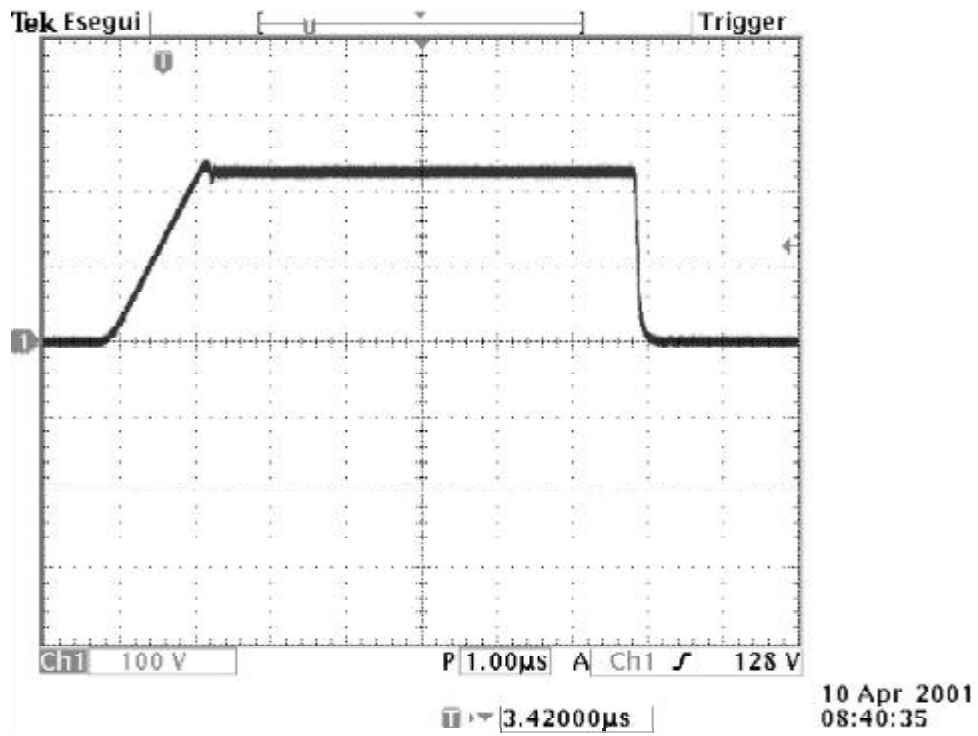

FIGURA 11A
- **DRAIN RAMO BASSO.** Dopo avere scollegato il connettore dello shunt, verificare la forma d'onda posizionando la massa sul negativo del ponte, con la sonda controllare i drain dei mosfet contrassegnati dalla lettera D, (vedi foto 11) e verificare che corrisponda ai diagrammi di figura 11A e 11B. Effettuare la misura con una certa rapidità per evitare il surriscaldamento delle resistenze di snubber.